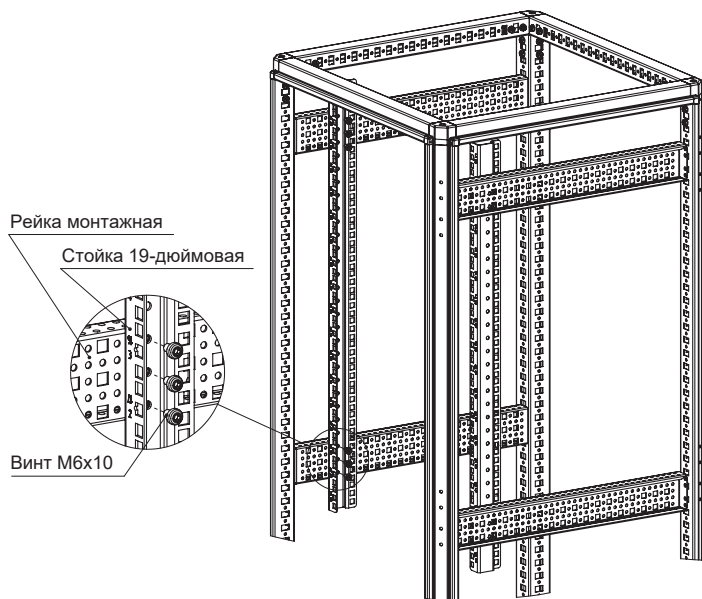

Рисунок 68
4.40.1.3 Закрепить стойки 19-дюймовые резьбовыми винтами М6х10. Момент затяжки – 7 Н·м (рисунок 68).